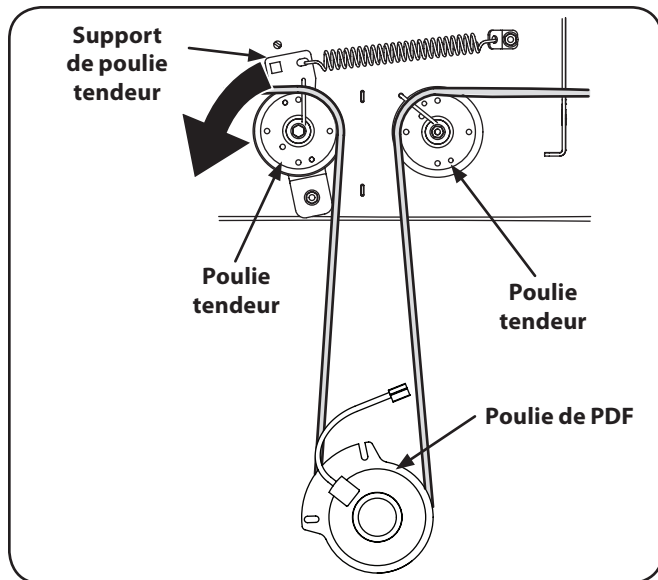

Figure 7-4
3. Insérez un carré d'entraînement de 1/2 po dans le support de poulie tendeur, tournez la clé vers l'arrière du tracteur et glissez la courroie hors de la poulie de la PDF. Consultez la figure 7-4.